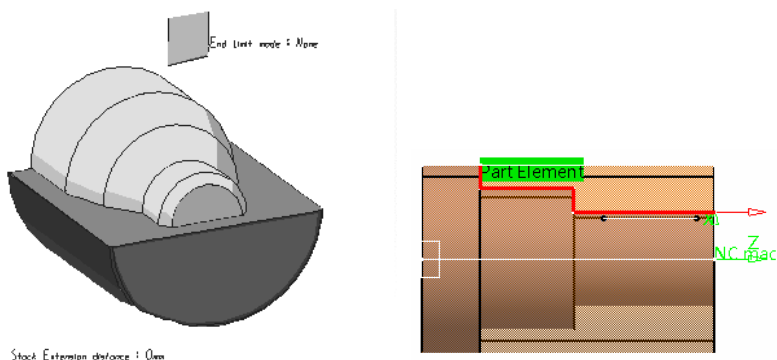

图 7-77 定义零件轮廓（3）
- 定义零件轮廓（3）。单击 “Rough Turning.1” 对话框中的，切换到几何参数选项卡，单击对话框中零件轮廓感应区，选择如图 7-77 所示的曲线作为零件轮廓，在空白处双击鼠标左键返回。